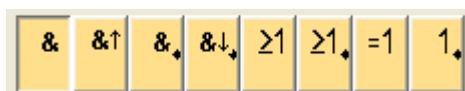

Figura 19. Funciones Básicas.
11. Ahora se procederá a colocar las dos compuertas **OR** y las dos **AND**, para ello de clic en el ícono de las funciones básicas **GF** (F7) del *Editor de diagramas* (Figura 7). Aparecerán las opciones mostradas en la Figura 19, estas funciones básicas representan en ese orden a AND, AND con detección de flanco, NAND, NAND con detección de flanco, OR, NOR, EXOR y NOT .